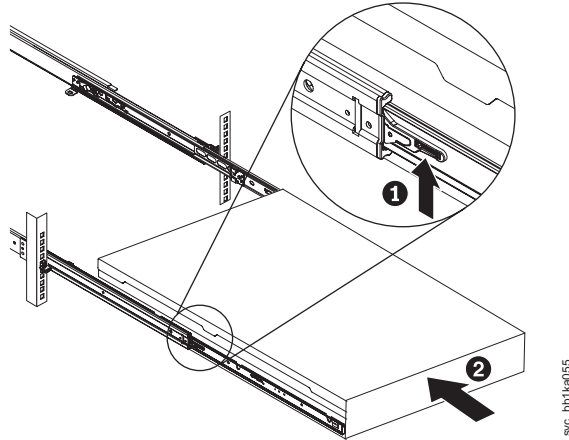

図 230. ラックのスライド・レールの SAN ボリューム・コントローラー 2145-CF8 ロック・レバーを上げる
9. スライド・レール上のロック・レバー (277 ページの図 230 の **1**) を上げて、サーバー **2** を、所定の位置にカチッと音を立てて収まるまで、ラック内に完全に押し込みます。